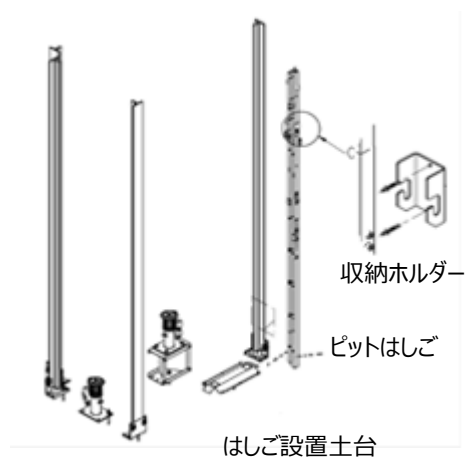

図 1 ピット概略図
- 1 通常ピット側面（戸当たり側）に折りたたんだ状態で収納ホルダーに格納されています。（図 1）